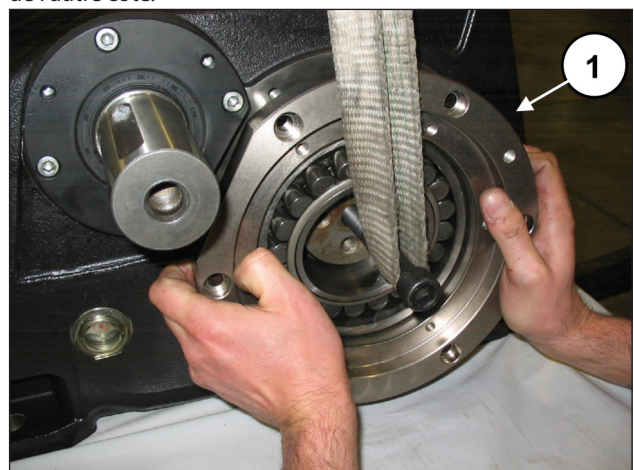
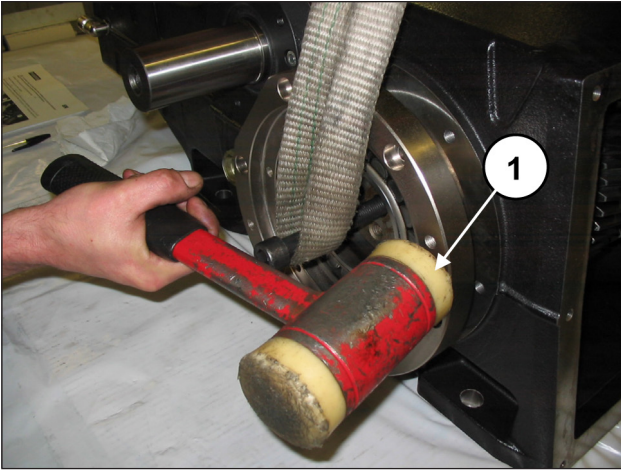

Fig. 73
Fig. 74
Poser deux axes filetés M16 à l'extrémité du vilebrequin, soulever ce dernier (rep. ①, Fig. 73) et insérer le couvercle du support de coussinet avec le coussinet et le joint torique (rep. ①, Fig. 74) à l'aide d'un outil à inertie. Répéter l'opération de l'autre côté.